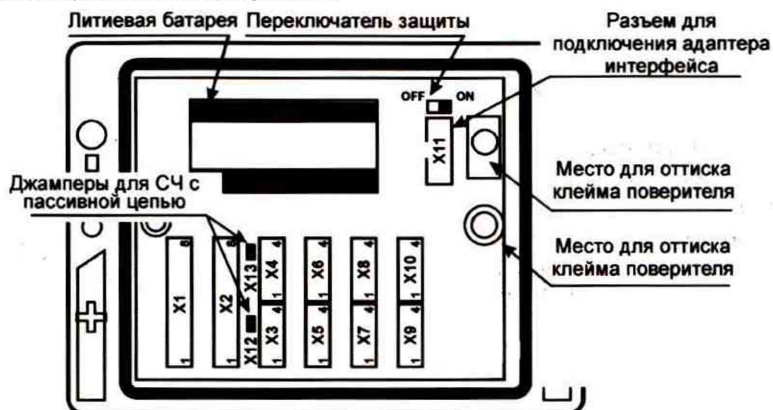

Рисунок 5.3 – Внешний вид модуля
Экраны кабелей должны быть электрически соединены между собой (только в одной точке) и с контактами Х3:1 и Х4:1 (рис. 5.3).
Для защиты от несанкционированного вмешательства в работу вычислителя переключатель защиты (рисунок 5.3) переводят в левое положение OFF. При этом попытки изменения настроечных параметров (кроме параметров группы **Интерф.** и параметров **RO**, **N2**, **CO2** и **P6** группы **Общие**) игнорируются, а на табло индицируется сообщение **ЗЩ!**.
1. Джамперы X12 и/или X13 (рис. 5.3) должны быть установлены;
1. Джемперы Х12 и/или Х13 (рис. 5.3) должны быть сняты;